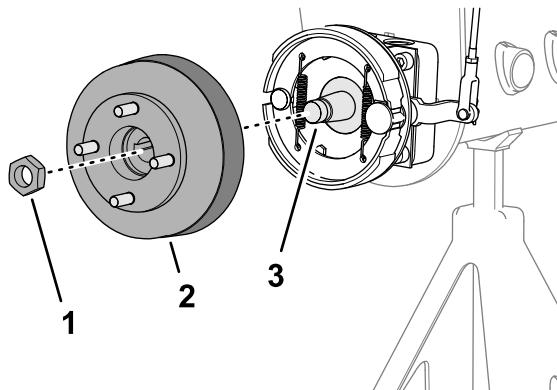
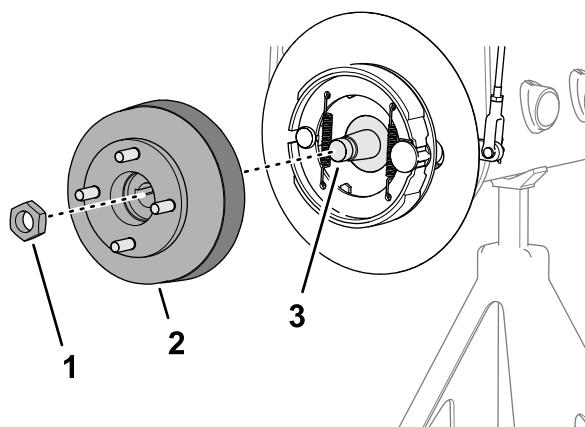

Figura 74
Figura 75
3. Monte o cubo da roda e tambor dos travões no veio do motor das rodas (Figura 74 ou Figura 75).
4. Prenda o cubo da roda ao veio com a porca de bloqueio (Figura 74 ou Figura 75) e aperte à mão.